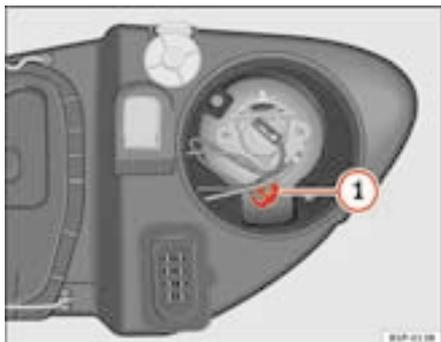

Fig. 166 Luz de presença
- Extrair o porta-lâmpadas ⇒ fig. 166 **1** para fora.